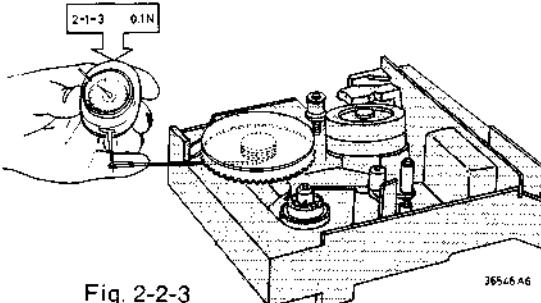

Fig. 2-2-3
- Dieser Druck muss so hoch sein, dass bei freigewordener Wickeltellervbremse (Stellung "wind") die Gegenkraft $1,3 \pm 0,2 \text{ mNm}$ ist (gemessen mit einer Kordel um einen Wickelteller mit kleinem Dorn ist das in rutschender Lage $0,1 \text{ N}$) (Bild 2-2-3). Das Schwenkrad darf den linken Wickelteller nicht berühren.
- In der Stellung "rewind" gemessen, muss diese Kraft, mit einer Kordel um einen Wickelteller mit kleinem Dorn, $0,1 \text{ N}$ sein (Bild 2-2-3).